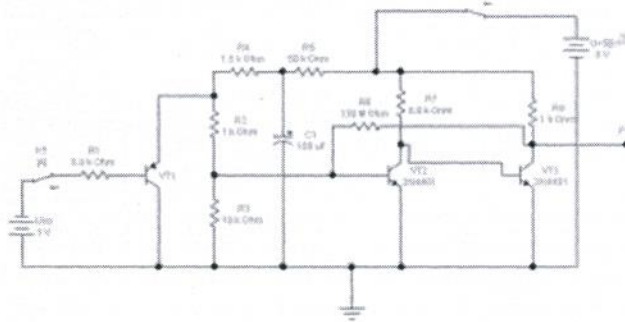

Рис. 5 Схема выработки сигнала PG. VT1-элемент схемы защиты от перенапряжений (защита по току); VT2-VT3-элемент задержки ждущий –мультивибратор.
1.2.3. Ознакомится с признаками исправной работы 2 варианта схемы выработки сигнала PG, для этого загрузить модель схемы - pg1.ewb.(Рис.5) Установить исходное состояние переключателей K1-вниз, K2-вверх. Выполнить подключение осциллографа к сигналу PG. Включить схему, переключив K2 в положение низ, имитируя поступление на схему выработанного БП напряжения +5В, ознакомится с работой схемы, выполнить, с помощью осциллографа, измерение времени задержки времени появления сигнала PG - t_{PG}, переключив K1 в положение вверх, имитируя поступление на схему защиты большого по величине сигнала ошибки, что соответствует короткому замыканию на выходе БП. Зарисовать полученные осциллограммы, отметив момент замыкания переключателя K1.